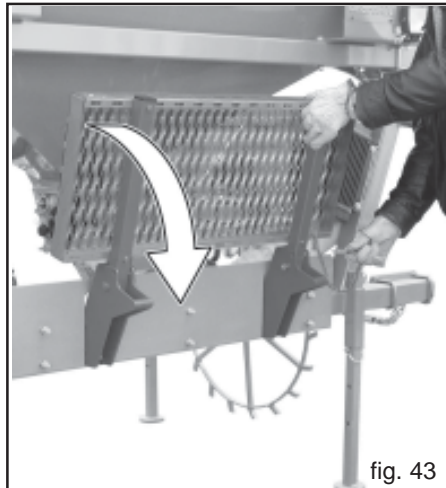

fig. 43
- 1) Appoggiare i piedini di sostegno della macchina a terra. Togliere il perno di fissaggio, quindi ribaltare in giù la pedana di ispezione (Fig. 43).